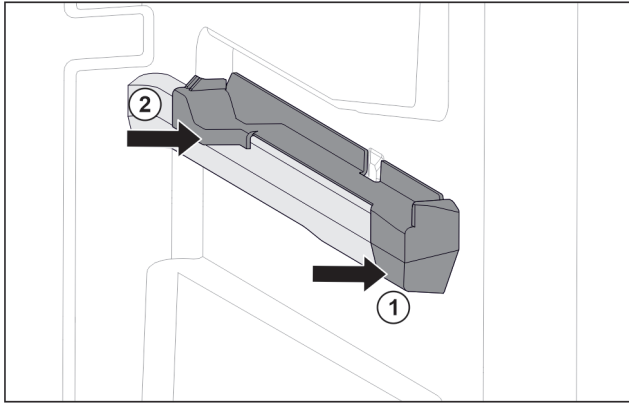

Fig. 86 右侧容器肋梁上的插件件
- ▶ 将插件件前部放到容器肋梁上。 Fig. 86 (1)
- ▶ 压紧插件件后部。 Fig. 86 (2)